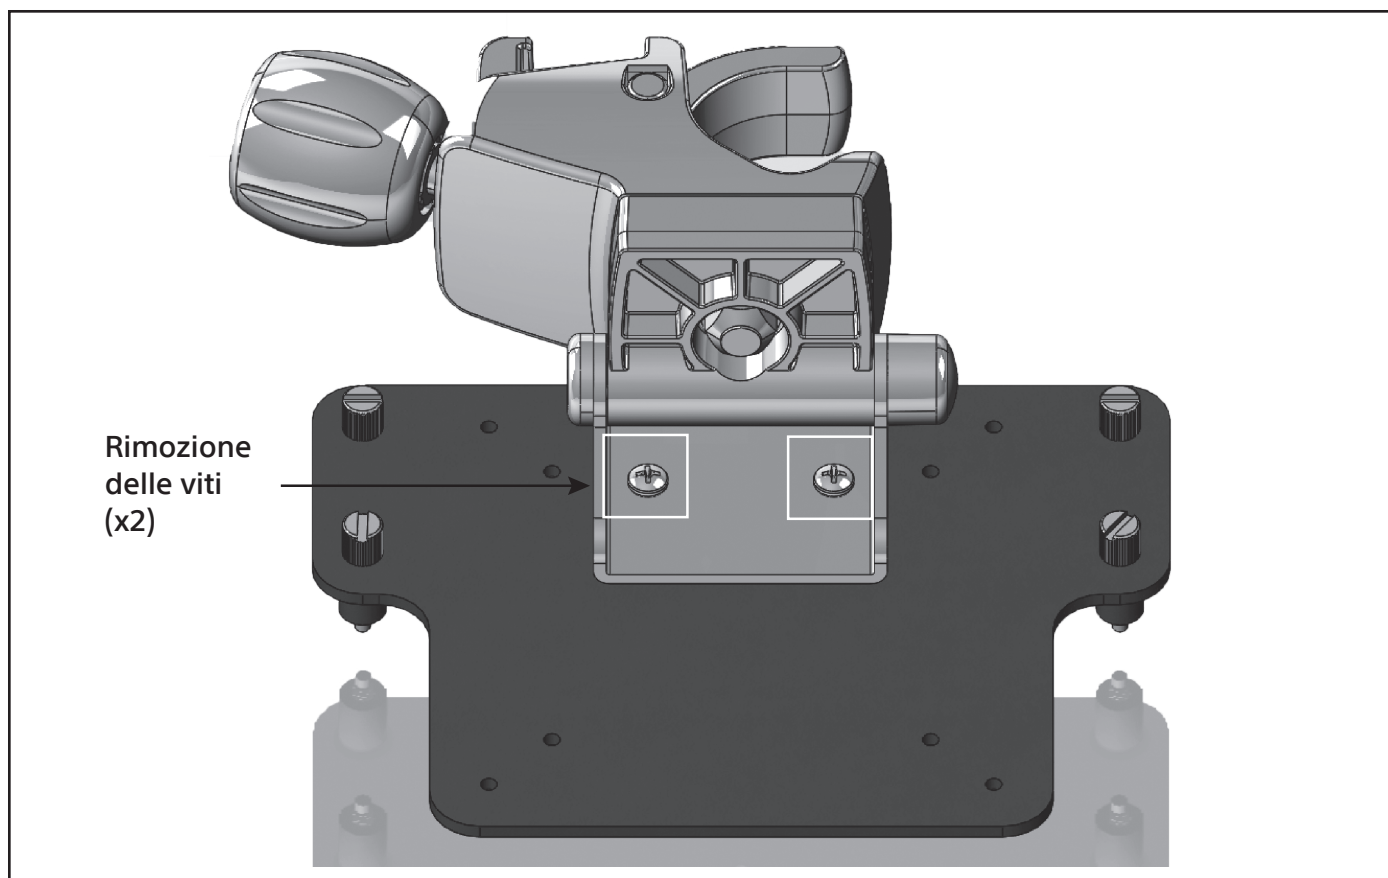

Figura 18. Rimozione delle viti
3. Usando un cacciavite a croce n. 2, rimuovere le viti mostrate in Figura 18.